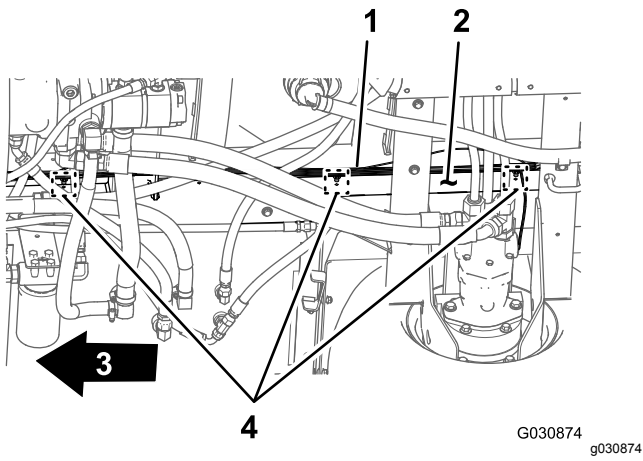

图 85
3. 沿右机架管向前布置电气线束的 165cm 支管和 203cm 支管图 85。
4. 将后线束 203cm 支管的压入式紧固件插入右机架管中拆卸旧后线束压入式紧固件所使用的孔中图 85 请参阅 断开前、后线束 (页码 11) 中的步骤 3。